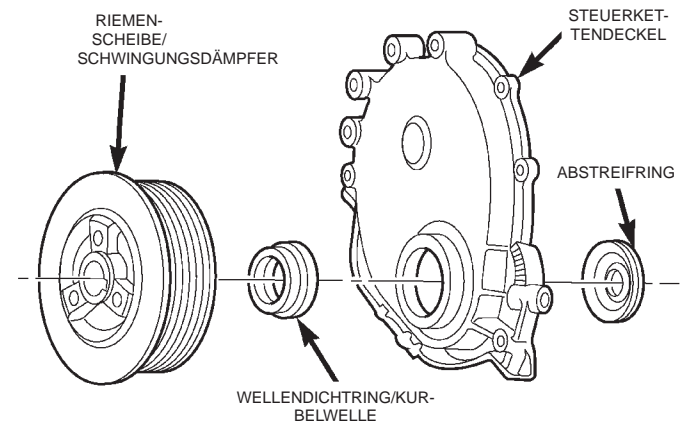

Abb. 43 Bauteile/Steuerkettendeckel
(1) Batterie-Minuskabel (-) abklemmen.
(2) Antrieb/Zusatzaggregate abbauen. Vorgehensweise siehe Kapitel 7, "Kühlmittel".
(3) Am Steuerkettendeckel befestigte Halterungen für den Antrieb/Zusatzaggregate abbauen.
(4) Lüfter ausbauen und Lüfterdeckel abbauen.
(5) Klimakompressor (Fahrzeuge mit Klimaanlage) und Lichtmaschinenhalterung vom Zylinderkopf abbauen und ablegen.
(6) Schwingungsdämpfer ausbauen (Abb. 43).
(7) Befestigungsschrauben Ölwanne/Steuerkettendeckel und Steuerkettendeckel/Motorblock herausdrehen.
(8) Steuerkettendeckel und Dichtung vom Motor abnehmen.
(9) Wellendichtring/Kurbelwelle nach vorn aus der Steuerkettendeckel hebeln (Abb. 43).